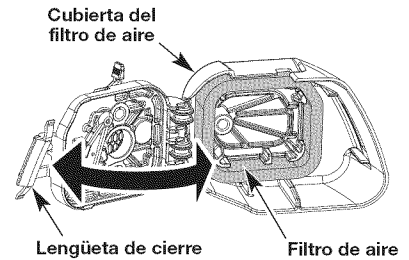

Fig. 21
- Abra la cubierta del filtro de aire presionando hacia dentro la lengüeta de traba y sacando la cubierta del filtro (Fig. 21).
- Retire el filtro de aire (Fig. 21).
- Vuelva a colocar el filtro de aire en la tapa del filtro de aire (Fig. 21).